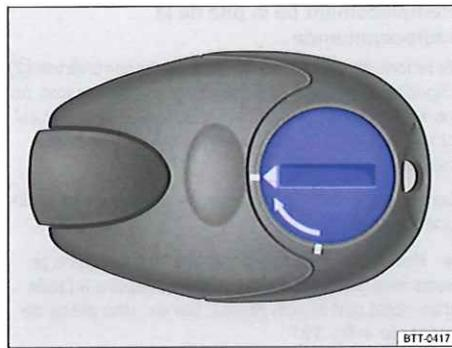

Fig. 181 Chauffage stationnaire : cache de la pile de radiocommande ▶
- Pour ouvrir le cache, tournez la fente dans le sens inverse de la flèche jusqu'au repère à l'aide d'un objet plat et non pointu, par ex. une pièce de monnaie \Rightarrow fig. 181.
- Mettez en place la pile neuve. Respectez la polarité et utilisez des piles du même type \Rightarrow ①.